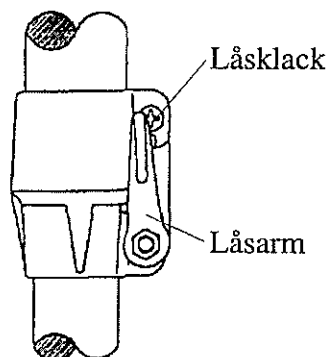

Fig. 2
3. Vrid låsarmen mot låsklacken. Lås genom att trycka den förbi låsklacken (Fig. 2).